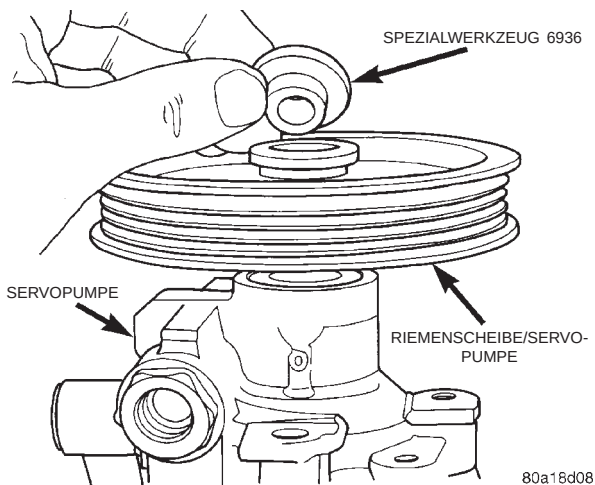

**Abb. 55 Spezialwerkzeug 6936 korrekt auf der Riemenscheibe montiert**
(3) Das Einbau-Distanzstück, Spezialwerkzeug 6936, oben auf die Riemenscheibe legen (Abb. 55).